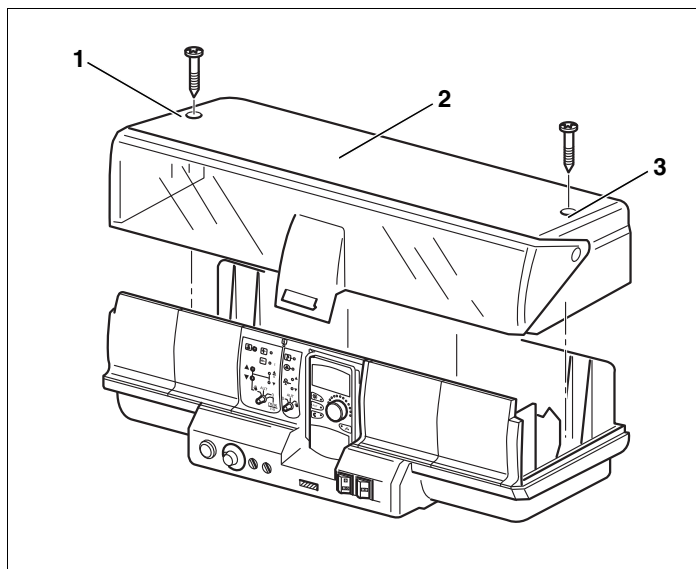

Fig. 19 Remover as coberturas
- Soltar ambos os parafusos (→ Fig. 19, [1] e [3]) na parte superior do aparelho.
- Levantar a tampa de cobertura dos bornes (→ Fig. 19, [2]).